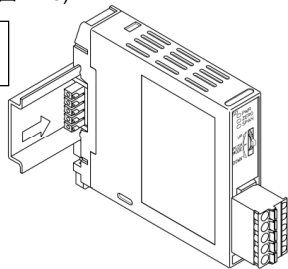

図2.2-6
- (5) ライン用ねじ式接続プラグ(別売り 形名:ターミナルブロック ATB-001-1)をバスプラグに取り付けてください。(図2.2-6)